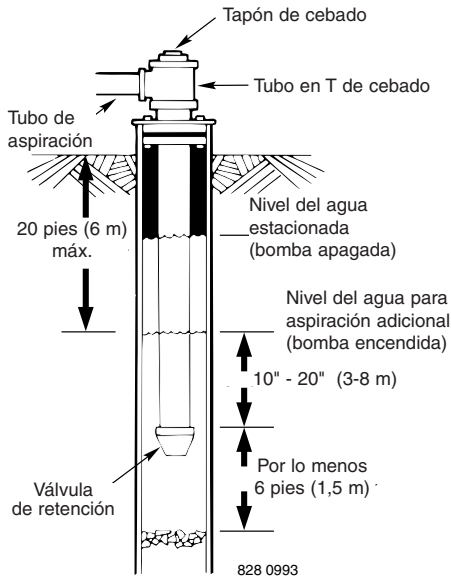
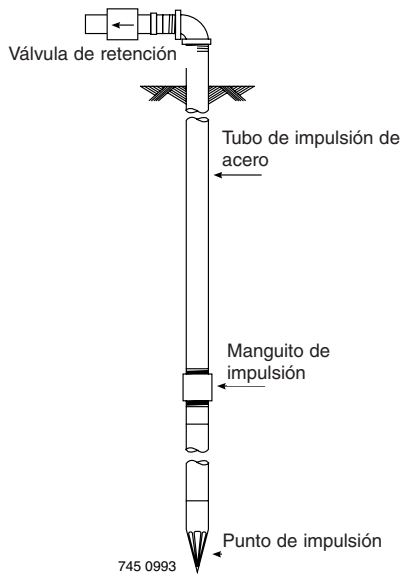

Figura 5- Instalación del pozo entubado/excavado
Figura 6- Instalación de puntos de impulsión
- Paso 5. Cuando use una válvula de pie, se recomienda usar un tubo en T de cebado y un tapón según se ilustra en la figura 5.
Paso 1. Conecte el tubo de aspiración al punto de impulsión según se ilustra en la Figura 6. Mantenga la trayectoria del tubo horizontal tan corta como sea posible. Use cinta de Teflón en las roscas de tubo macho. Es posible que se requieran puntos de filtración múltiples para proporcionar suficiente agua a la bomba.
Paso 2. Para ayudar en el cebado en instalaciones con puntos de impulsión, instale una válvula de retención de línea según se ilustra en la figura 6. Asegúrese de que la flecha de flujo de la válvula de retención indique hacia la bomba.
AVISO: Para trayectorias horizontales largas en los tubos, instale un tubo en T de cebado entre la válvula de retención y la cabeza del pozo según se ilustra en la Figura 5. Para instalaciones con puntos de impulsión, instale una válvula de retención según se ilustra en la Figura 6. Asegúrese de que la flecha de flujo de la válvula de retención esté indicando hacia la bomba.